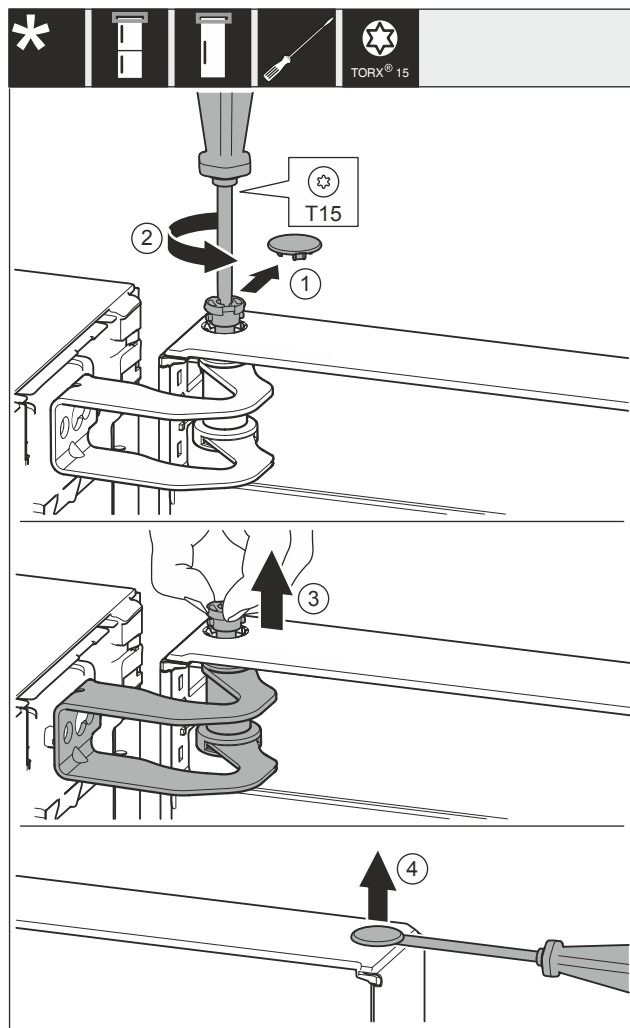

Fig. 24
- ▶ Oprezno skinite poklopac Fig. 24 (1).
- ▶ Odvijačem malo odvrnite svornjak Fig. 24 (2).
- ▶ Izvucite svornjak Fig. 24 (3) prstima.
- ▶ Odvijačem oprezno podignite poklopac Fig. 24 (4) i izvadite ga.